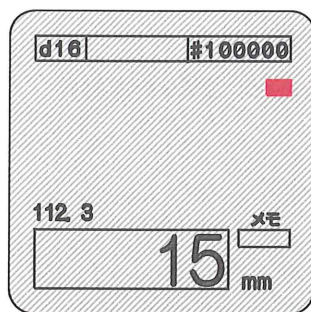
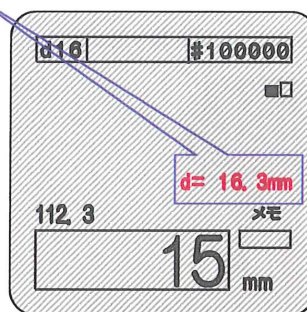

図64
図65
- 図64が短時間表示されたあと、測定結果(鉄筋径)が表示されます。(図65参照)